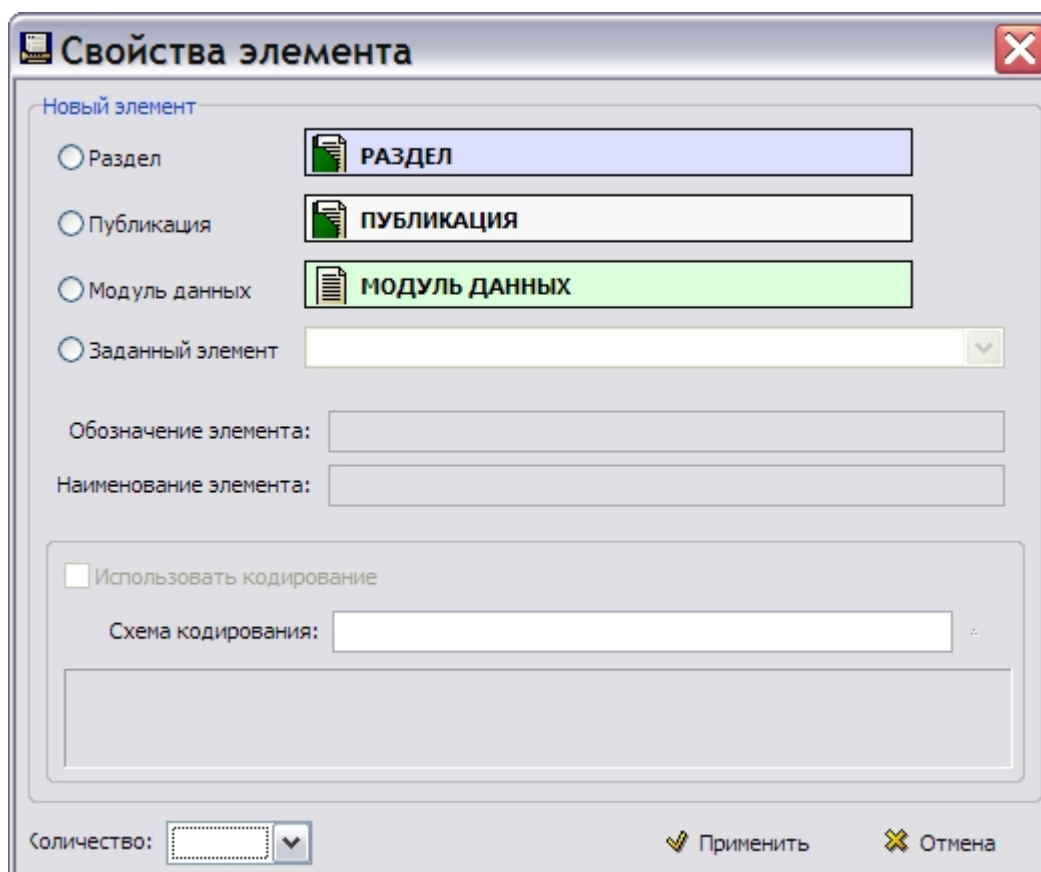

Рис. 4.5
2. На панели инструментов правого окна нажмите на кнопку **Добавить элемент**. После этого появится диалоговое окно **Свойства элемента** (Рис. 4.5).